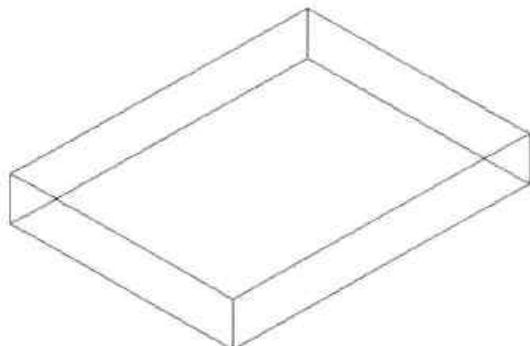

图14-55 拉伸长方形
**Step02** 将视图设为“西南视图”，执行“拉伸”命令，选中长方形，将其向 Z 轴正方向拉伸“300”，如图 14-55 所示。